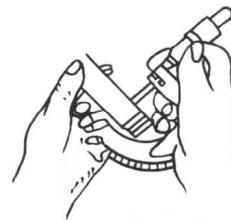

图 1-2 单手测量法
(2) 单手测量法。这种方法多用在测量小零件。见图1-2。两手分别拿住工作物和千分尺，右手无名指和小指压住千分尺的弓架抵靠手掌，用右手中指、食指旋转活动套管。